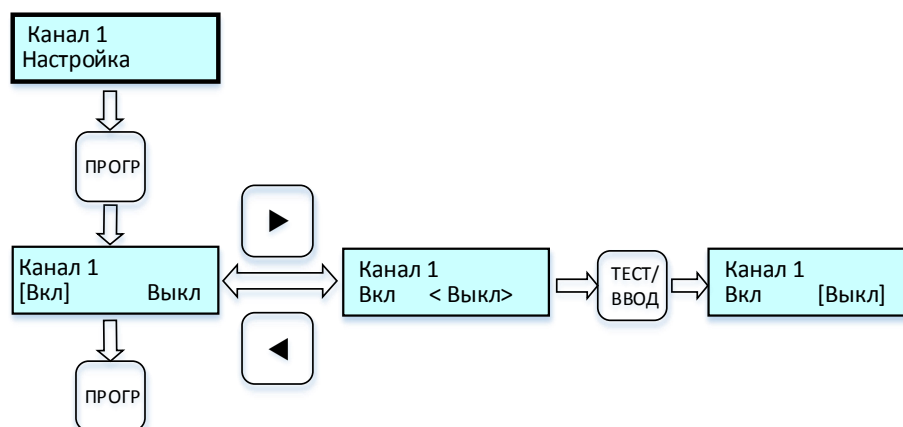

Рисунок 9 – Циклограмма выводимых сообщений на дисплей при включении/выключении выбранного канала
2.6.8.2 Для **включения/выключения канала** выполнить процедуры по циклограмме *рис. 9*: